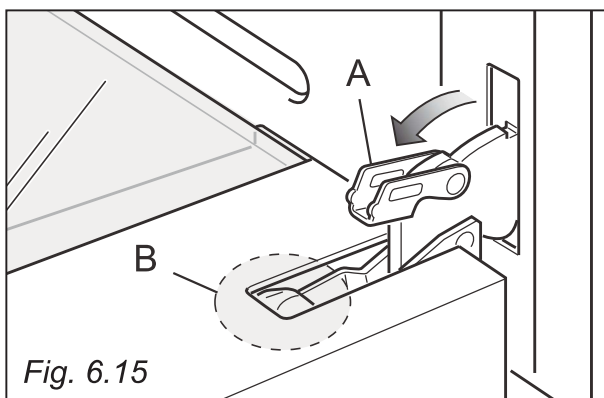

Fig. 6.15
- Ouvrez complètement le levier "A" sur les charnières de gauche et de droite (fig. 6.15).